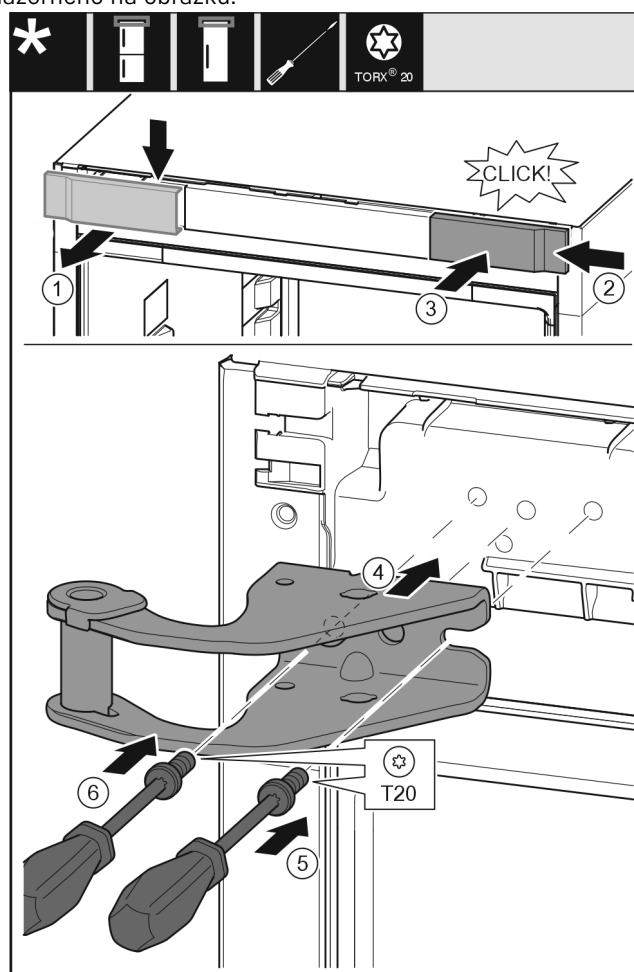

Fig. 31
- ▶ Odeberte kryt shora dopředu. Fig. 31 (1)
- ▶ Kryt otočený o 180° zavěste na druhé straně zprava. Fig. 31 (2)
- ▶ Zaklapněte kryt. Fig. 31 (3)
- ▶ Nasad'te horní stojan ložiska. Fig. 31 (4)
- ▶ Šroubovákem T20 nasad'te šroub a utáhněte. Fig. 31 (5)
- ▶ Šroubovákem T20 vložte šroub a utáhněte. Fig. 31 (6)